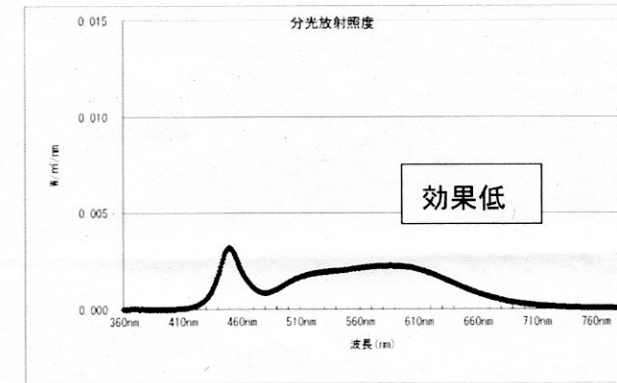

図 3 エベレスト社の波長分布と放射照度
- ・ピーク波長（455nm、青）で放射照度は約 $0.003\text{W/m}^2/\text{nm}$ であった（図 3）。白色 LED 特有の波長分布。